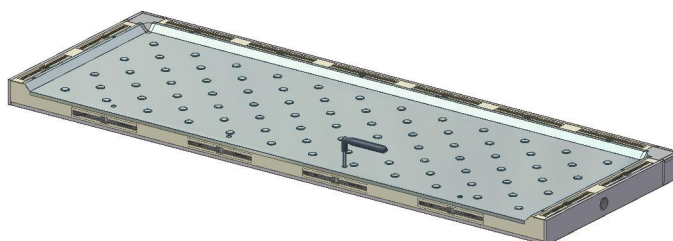

Fig. 2
- En premier lieu, montez les **panneaux du fond** (Fig. 2);